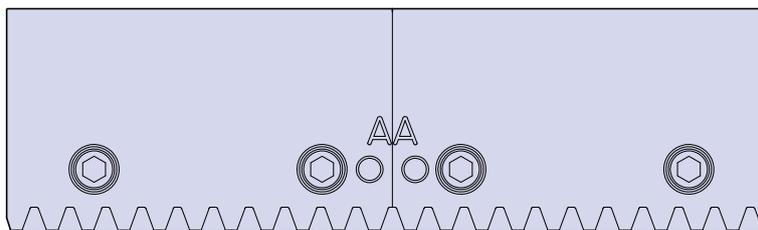

Figure 3
6. Mettre en place le deuxième élément de rail sur le support, en appui contre l'épaulement. Assurez-vous que les repères d'apairage correspondent, comme indiqué sur la figure 3.